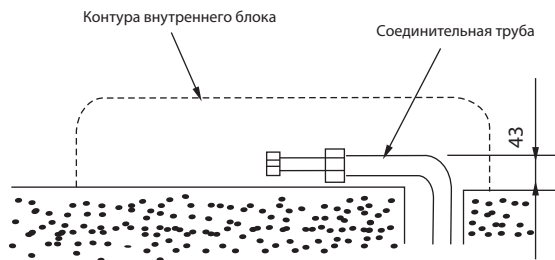

Рис. 5-10
- Если труба холодильного контура подводится слева или слева сзади, установите ее, как показано на Рис. 5-10. Согните соединительную трубу, чтобы она была на расстоянии не более 43 мм от стены.